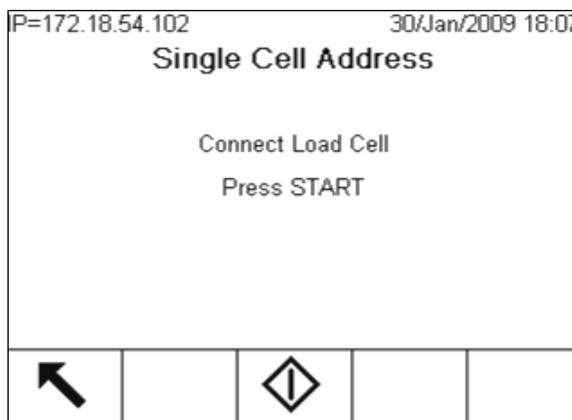

Figure 3-11 : Écran de démarrage de l'adressage d'un capteur unique, PDX
1. L'écran initial affiche de connecter le capteur ainsi que les invites suivantes (Figure 3-11) :